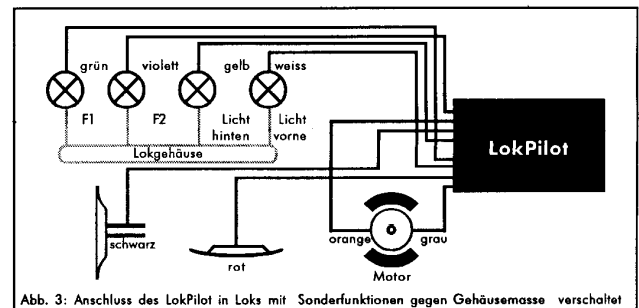

Abb. 3: Anschluss des LokPilot in Loks mit Sonderfunktionen gegen Gehäusemasse verschaltet
- Die Lampen/Funktionen sind gemeinsam gegen die Lokmasse geschaltet (z.B. fast alle Märklin®-Lokomotiven sowie ältere Fleischmann- oder ROCO-Loks). Diesen Fall zeigt Abb. 3
Loks, die nach Abb. 3 verschaltet werden, benötigen nach wie vor einen analogen Raucheinsatz.